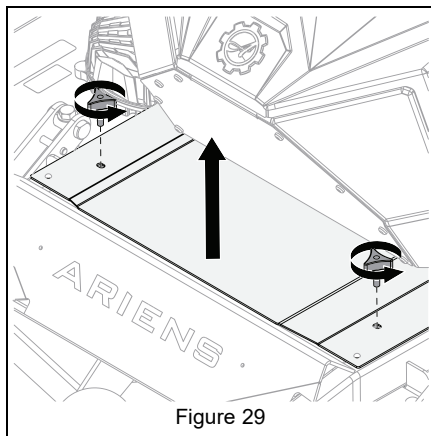

Figure 29
5. Déposer le panneau d'accès. Voir Figure 29.